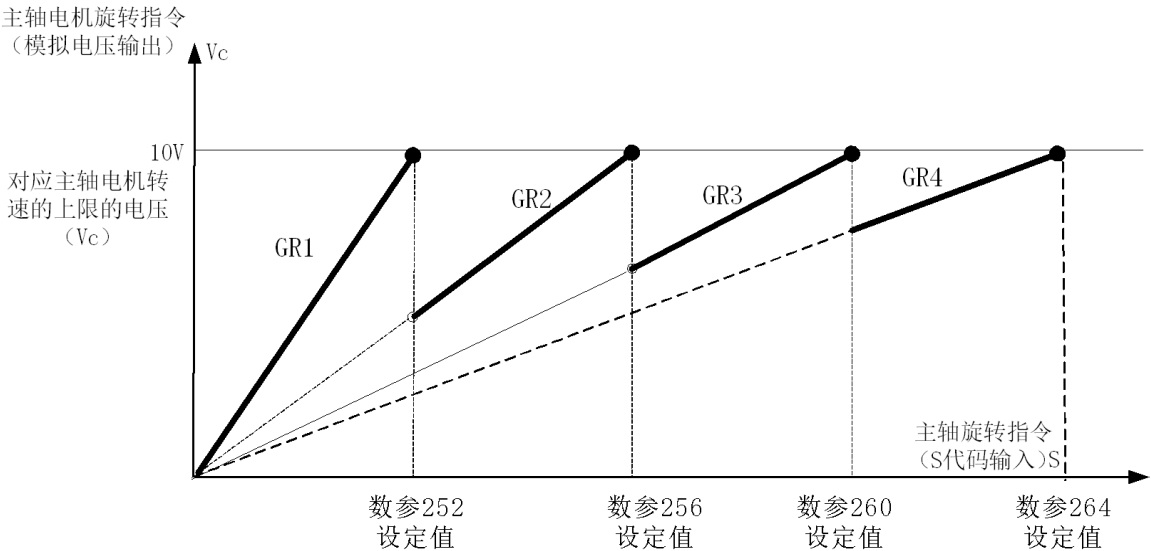

图8-1-2-1
- S 代码指令与主轴电机速度代码电压（0V~10V）和齿轮档选择信号（GR1，GR2，GR3，GR4）的关系如图8-1-2-1所示。